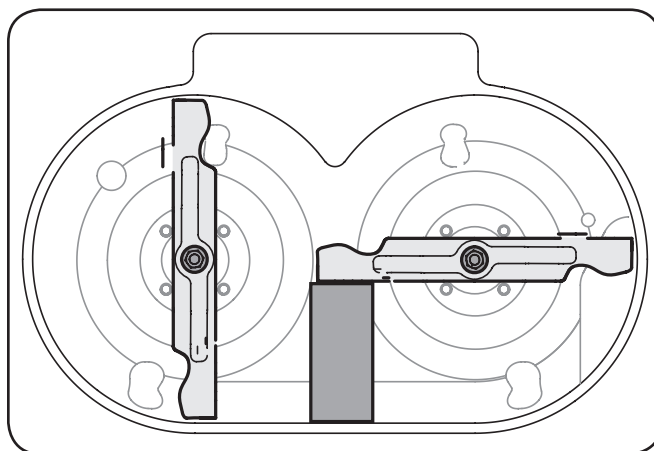

Figura 7-5
2. Coloque un taco de madera entre el deflector del alojamiento central de la plataforma y la cuchilla de corte, para que actúe como estabilizador. Vea Figura 7-5.
3. Extraiga la tuerca de brida hexagonal que asegura la cuchilla al montaje del husillo. Vea Figura 7-5.